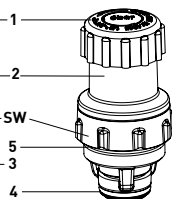

fig. 3b
Veillez prendre note que les deux joints toriques (4 + 5) sont montés sur le chapeau de remplacement (voir fig. 3b et 4b) et que le filetage du chapeau ainsi que la zone d'étanchéité du joint torique au corps de la soupape (3) sont brillants et propres.